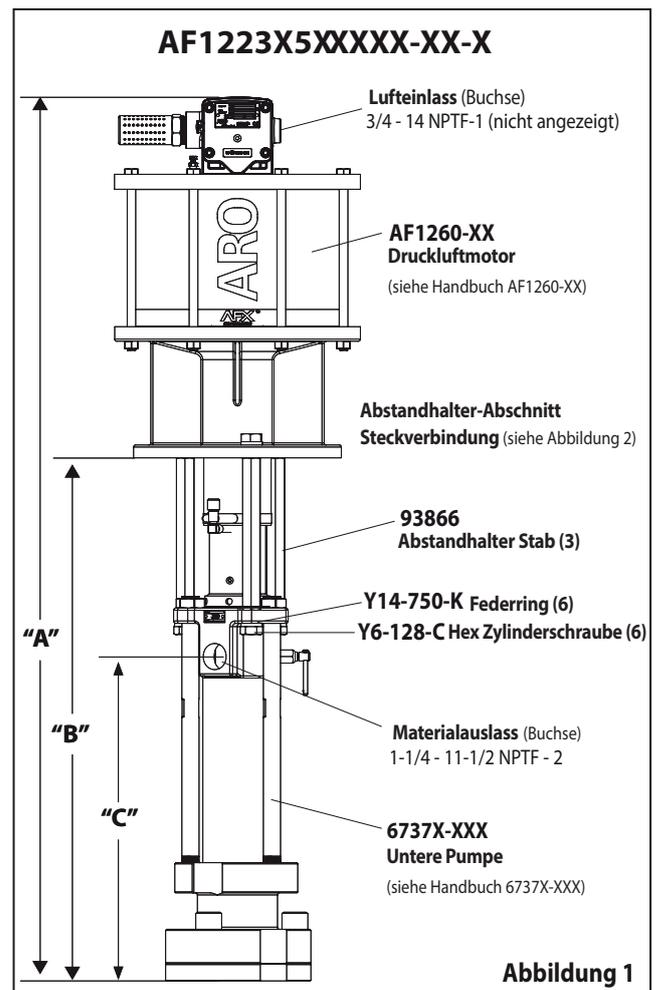

Abbildung 1
2. Entfernen Sie drei Zylinderschrauben (Y6-128-C) und (Y14-750-K)-Sperr-Unterlegscheiben aus den drei Abstandshalterstäben (siehe Abbildung 1).